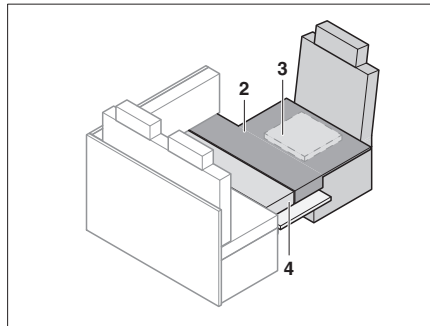

Fig. 191 Después de la transformación
- Colocar el cojín adicional cómo se muestra en Fig. 191.